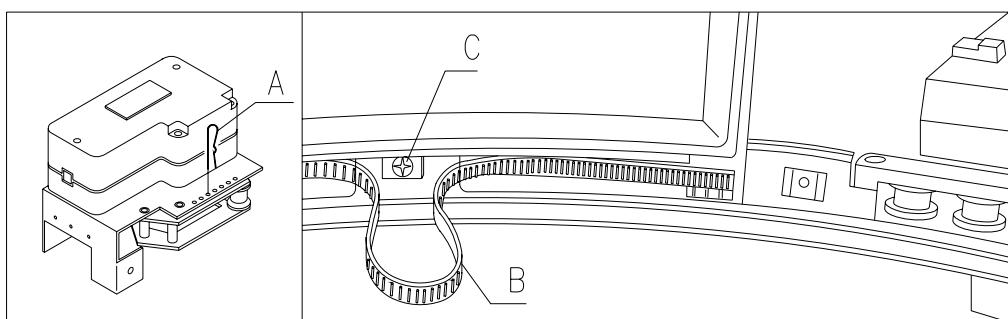
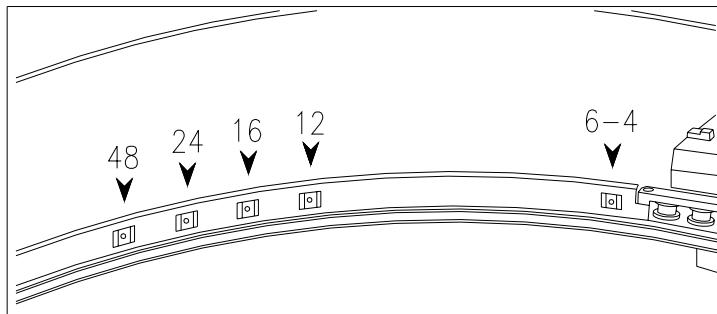

Abb. 13
Abb. 14
8.6 EINSTELLUNG KLAPPENÖFFNUNG ABB. 13 - ABB. 14
6. Abbildung 13 veranschaulicht die Stellungen der Feststellvorrichtung bei den verschiedenen Konfigurierungen mit 4-6-12-16-24 oder 48 Fächern.